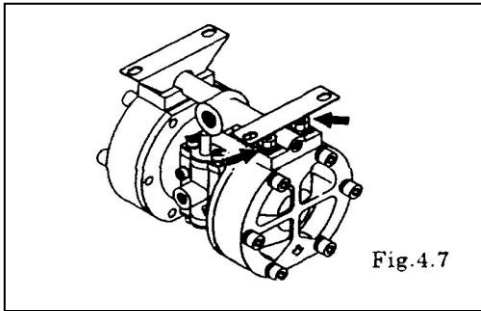

Fig.4.7
- Pumpenkörper herumdrehen. [Fig. 4.7]
- Die 4 Befestigungsmuttern lösen und Pump Füße und Saugstutzen entfernen. [Fig. 4.7]